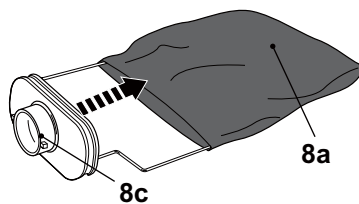

Fig. 10
- > Retire la bolsa de recogida de polvo (8a) del conector (8c) (Fig. 10) y vacíe el polvo en una bolsa de basura adecuada.